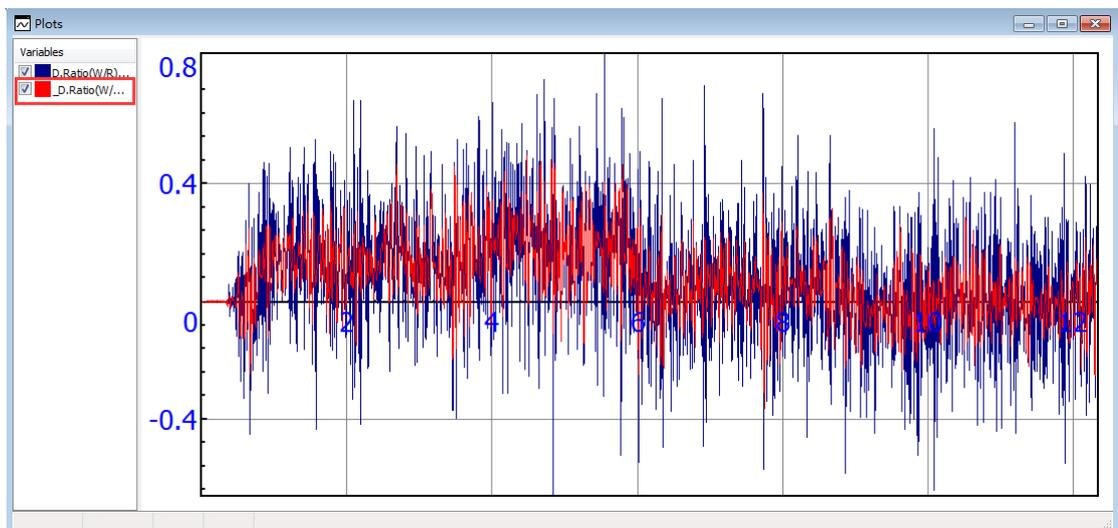

图 012-4 滤波后结果
4、这时，我们可以看到，绘图窗口多出一条曲线，这就是我们滤波后的数据（红色曲线），如图 012-4；